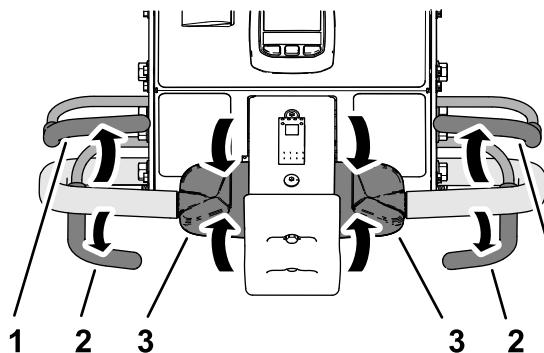

Рисунок 86
1. Если вы проводите аэрацию, отпустите штангу аэрации (Рисунок 86), чтобы поднять вал аэратора; см. Поднятие вала аэратора \(страница 50\).